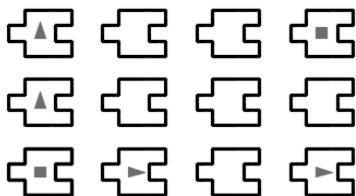

图 3-38 显示默认的矩形阵列
- 3) 选择已有的多段线图形，按〈Enter〉键。此时图形窗口中将显示采用默认参数的矩形阵列，如图 3-38 所示，在该阵列预览中显示有相关的夹点。